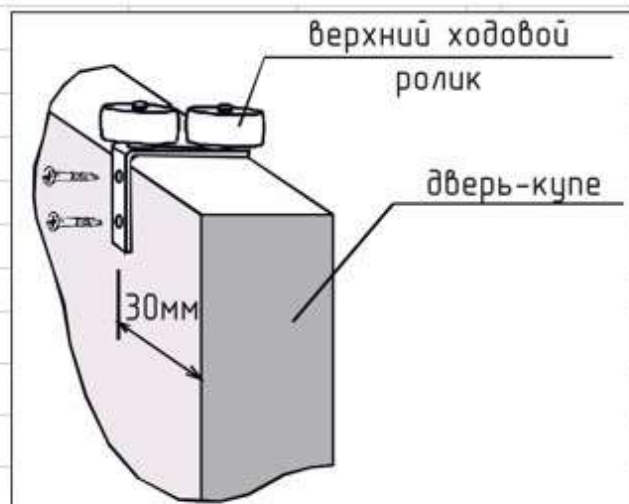
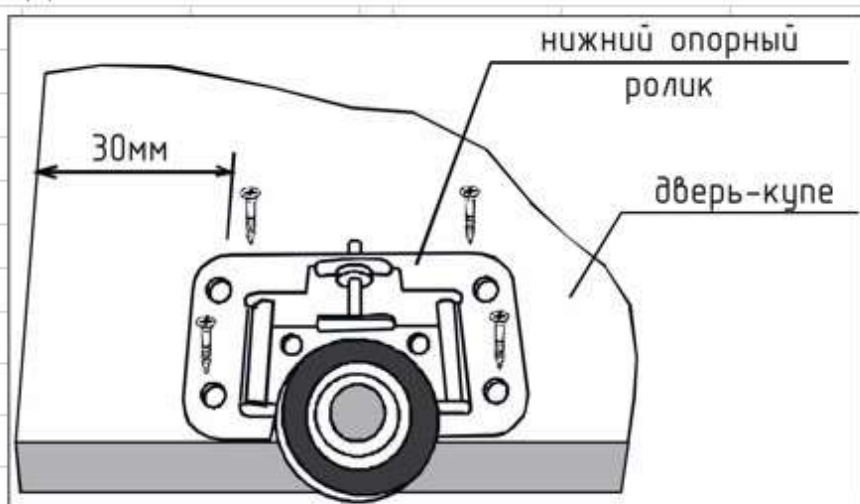

Рис. 1 Крепление верхнего ходового ролика
Рис. 2 Крепление нижнего опорного ролика
8. Устанавливаем верхние ходовые ролики (рис. 1) на верхнюю часть фасадов и нижние опорные ролики (рис. 2) при помощи шурупа 4 x 16 мм. Устанавливаем фасад.
9. На боковины (1.1), (2) и вязку (7) устанавливаем фланцы, крепим штанги при помощи держателем
10. К боковинам (3) и (1.2) крепим роликовые направляющие помощи шурупов 4 x 16 мм.
11. Вворачиваем дюбель эксцентрика в фасад (14) и крепим ручку. Собираем ящики из боковин (13) и вязок (12) и крепим их к фасаду (14) эксцентриковой стяжкой. Прибиваем ЛДВП ящиков гвоздями 2 x 20 мм и крепим направляющие шурупами 4 x 16 мм.